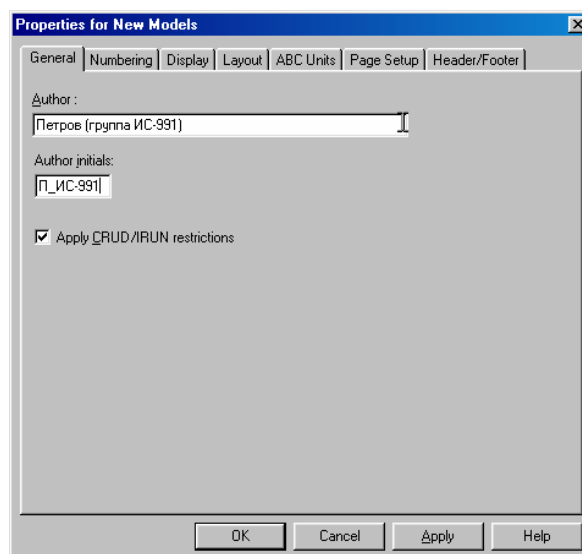

Рисунок 2.2 – Ввод имени автора модели и его инициалов
4. В диалоговом окне *Properties for New Models (Свойства новой модели)* (рисунок 2.2):